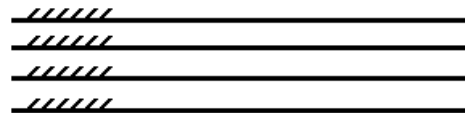

Bild 17-12
- **Rechts-Links** oder auch „**offen gelegt**“ wird für Einzel- und Mehrlagigen Zuschnitt benutzt. Es ist die häufigste Legeart (Bild 17-12). Die einzelnen Stofflagen liegen jeweils in gleicher Richtung mit